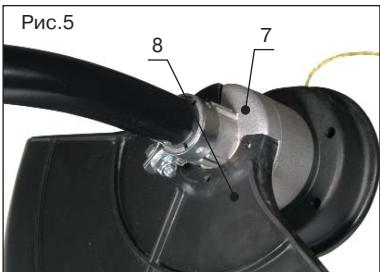

Рис.5
1. Установите на алюминиевый редуктор (поз.7, рис.5) защитный кожух(поз.8, рис.5)